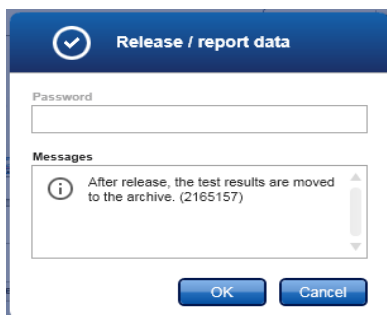

Figure 19. Boîte de dialogue « Release/report data ».
18. Cliquer sur **OK** pour enregistrer l'analyse dans l'archive et créer une sortie LIMS ainsi qu'un rapport d'analyse (Figure 19). Les rapports de cycles d'exécution et les exportations vers le LIMS sont enregistrés dans le répertoire des rapports par défaut. Le répertoire par défaut se trouve dans les répertoires d'exportation des données de l'onglet « Configuration ».